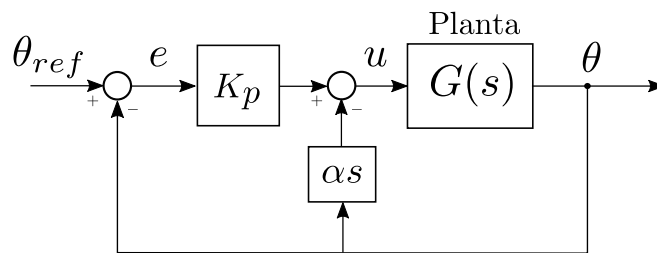

Figura 5: Sistema em malha fechada com realimentação derivativa.
- Modifique a lei de controle conforme a Figura 5